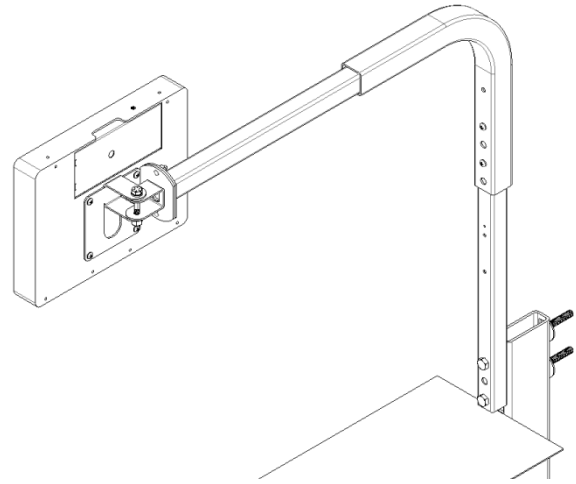

Fig. 15. Complete Install
- Complete Install. See Fig. 15.